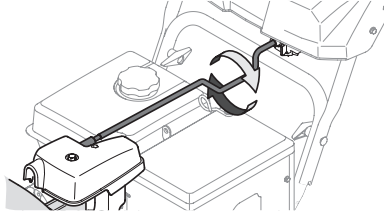

Figura 3-12
4. Tome la porción deseada de la varilla de control del canal y gire el conjunto del canal manualmente hacia la derecha o hacia la izquierda. Consulte la Figura 3-12.